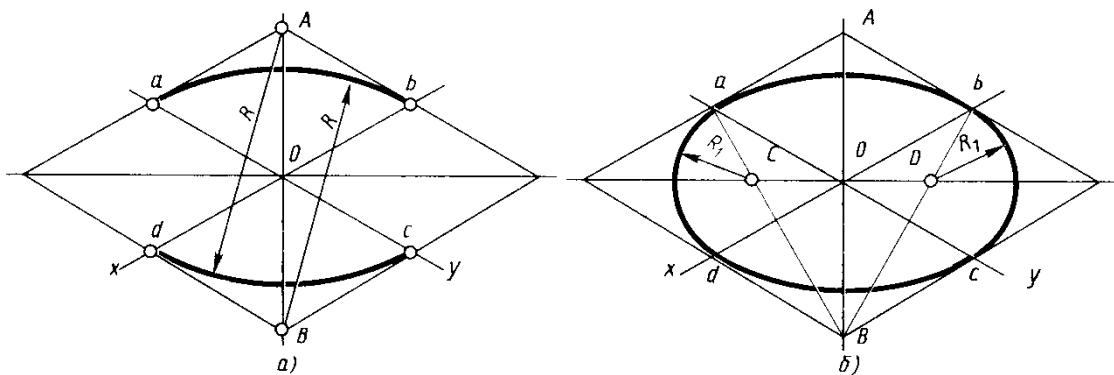

рис. 8.
- Строят ромб со стороной, равной диаметру изображаемой окружности (рис. 8. а). Для этого через точку O проводят изометрические оси x и y на них от точки O откладывают отрезки, равные радиусу изображаемой окружности. Через точки a , b , c и d проводят прямые, параллельные осям; получают ромб. Большая ось овала располагается на большей диагонали ромба.
- Вписывают в ромб овал. Для этого из вершин тупых углов (точек A и B) описывают дуги радиусом R , равным расстоянию от вершины тупого угла (точек A и B) до точек a , b или c , d соответственно. Через точки B и a , B и b проводят прямые (рис. 8. б);